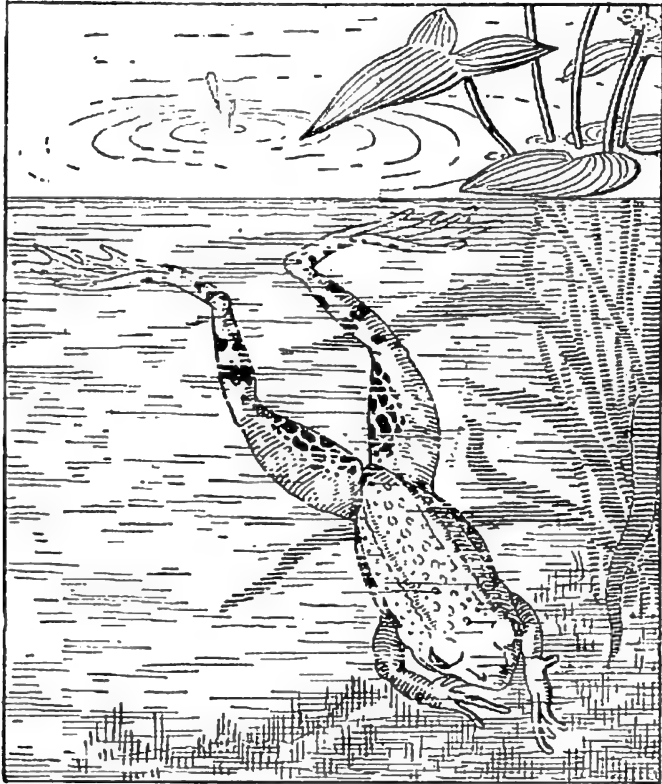

Fig. 3. — Une grenouille nageant. Remarquer les pattes de derrière allongées, doigts écartés.
**7. La grenouille nage.** — Elle y plonge et nous voyons ses pattes de derrière s'allonger avec force (*fig. 3*), puis se replier, s'allonger de nouveau : ce sont exactement les mouvements que fait un nageur avec ses pieds. Les pattes de derrière de la grenouille sont donc d'excellents *instruments de natation*.